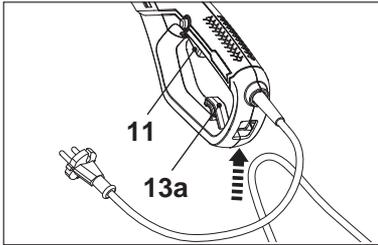

Fig. 4
1. Doublez la rallonge, environ 30 cm depuis l'extrémité et passez la boucle à travers le trou. Tirez-la sur la retenue de cordon [13a] et tirez doucement sur le cordon pour vous assurer qu'elle est solidement fixée (Fig. 4, 5).